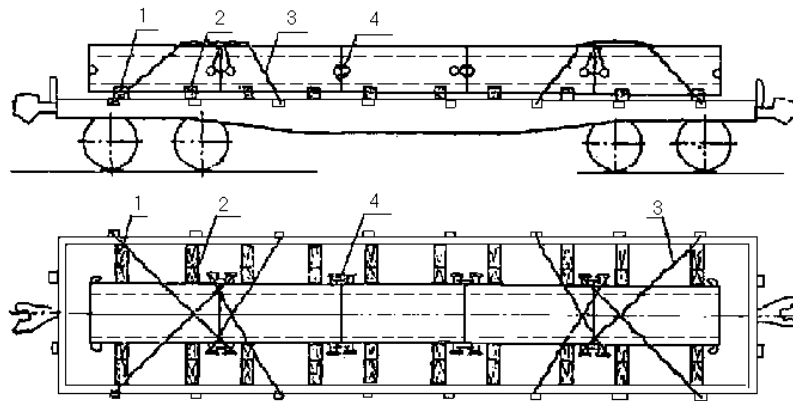

Рисунок 118
6.5. Изложницы массой свыше 6,7 т до 12,5 т включительно размещают вдоль платформы вплотную друг к другу, в один ряд по ширине, симметрично продольной и поперечной плоскостям симметрии вагона (рисунок 118).